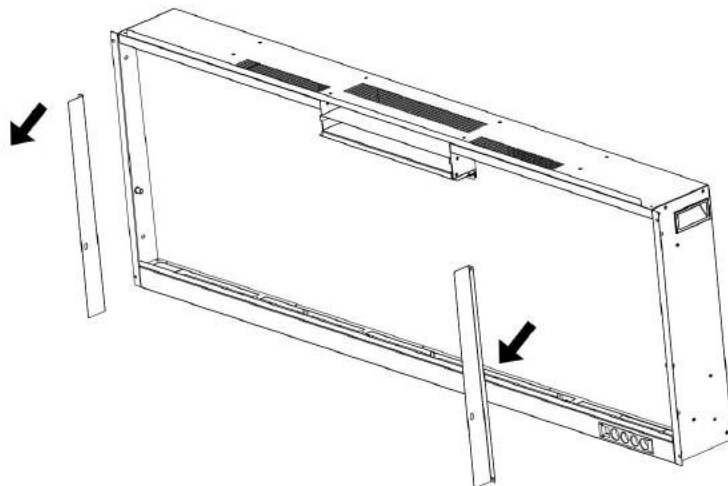

Fig. 2-2
B. Rimuovere le due staffe e metterle da parte (Fig. 2-2).